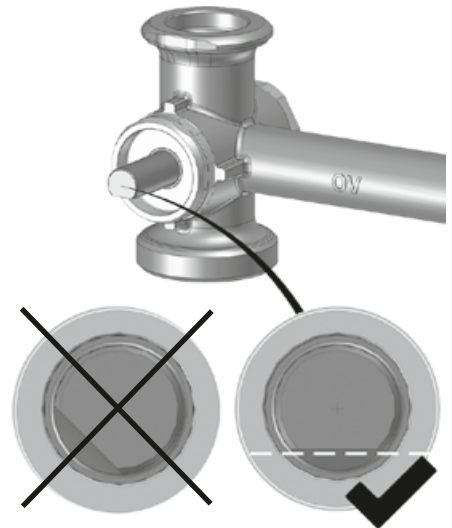

Abb. 22
7. Stellmotor auf Adapter (3) aufsetzen und fest auf das Mischergehäuse aufdrücken, bis er hörbar einrastet. Dabei auch an den Gehäusestegen zur Verdrehung orientieren (Abbildung 22).